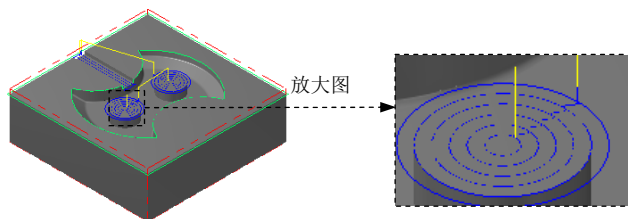

图 22.33 刀具路径
(1) 在“曲面精加工浅平面”对话框中单击 **浅平面精加工参数** 选项卡，在 **浅平面精加工参数** 选项卡的 **大切屑间距 (M)** 文本框中输入值 5.0；选中 ☒ **切削顺序依照最短距离** 复选框。
(2) 单击 **间隙设置 (G)...** 按钮，在系统弹出的“刀具路径的间隙设置”对话框的 **位移小于允许间隙时，不提刀** 区域的下拉列表中选择 **平滑** 选项；其他参数采用系统默认设置值。
(3) 单击 ☒ 按钮，系统返回“曲面精加工浅平面”对话框。
Step6. 单击“曲面精加工浅平面”对话框中的 ☒ 按钮，此时在图形区生成图 22.33 所示的刀具路径。